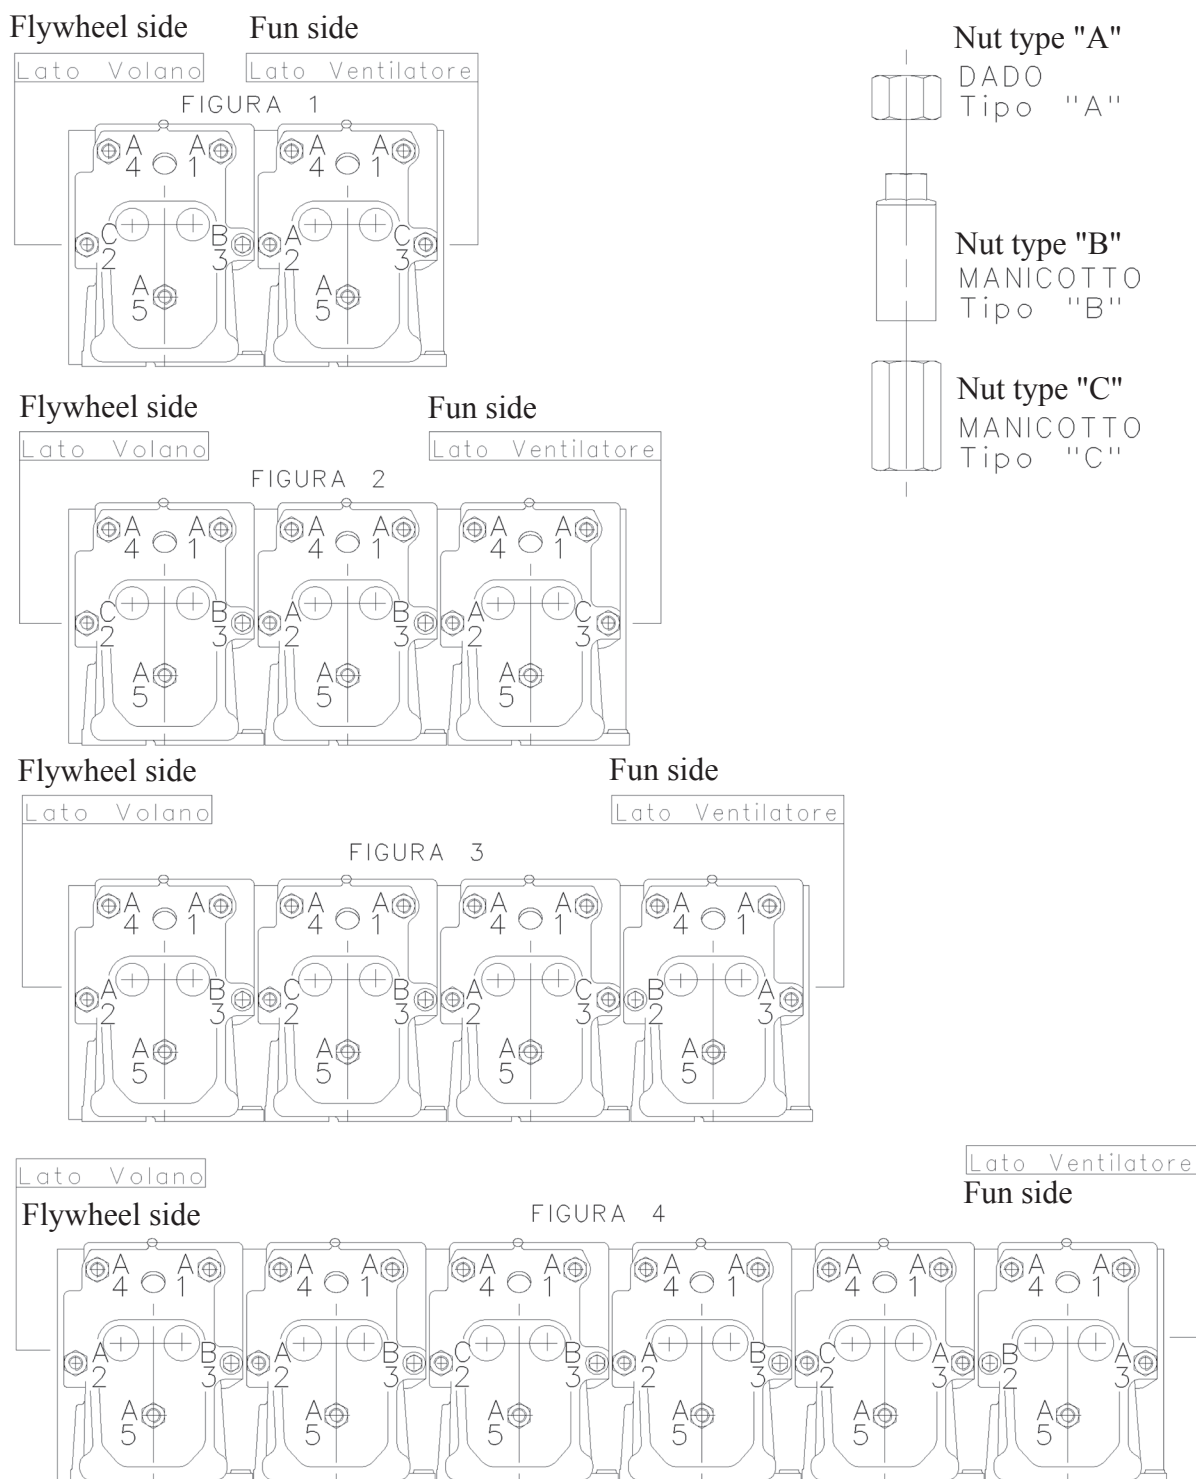

Fig. 7.26
7.27 CYLINDER HEAD TORQUING (FIG. 7.26)